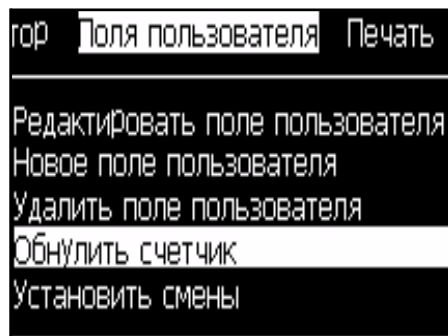

Рисунок 5-40: Выберите счетчик для сброса показаний
- 2 Выберите опцию “Reset Counter” (сбросить показания счетчика) (смотрите Рисунок 5-40).